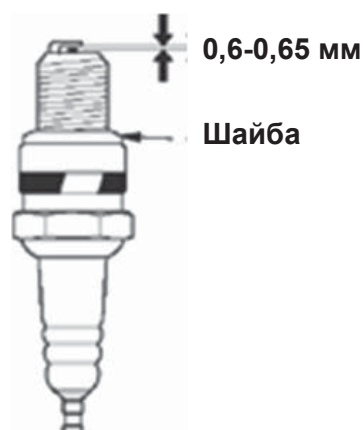

Рис.20
4. Измерьте зазор между электродами свечи специальным щупом. Зазор должен быть 0,6-0,65 мм. (Рис.20) При увеличении или уменьшении требуемого зазора рекомендуется заменить свечу, так как регулировка зазора может привести к изменению качества искрообразования.